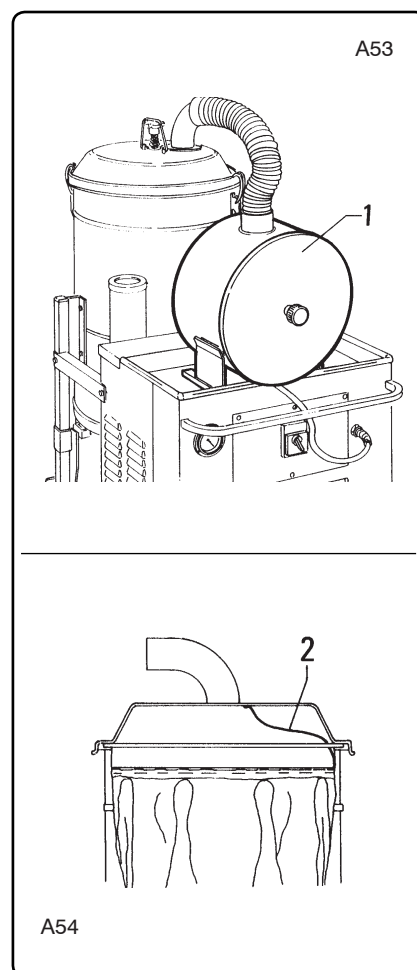

Fig. 6.7.4
si tratta di un aspiratore di categoria C completato di un filtro assoluto "1" come da fig. 6.7.4.
- messa a terra dell'anella portafiltro "2" fig. 6.7.4;
this is a category C vacuum complete with an absolute filter "1" as shown in fig. 6.7.4.
- earthing of filter ring "2" fig. 6.7.4;
se trata de un aspirador de categoría C con un filtro absoluto "1" como se muestra en la fig. 6.7.4.
- conexión a tierra del anillo portafiltro "2" fig. 6.7.4;
dit is een zuigunit uit het toepassingsgebied C met een filter "1" zoals te zien is op afbeelding 6.7.4.
- aarding filterring "2" afb. 6.7.4;